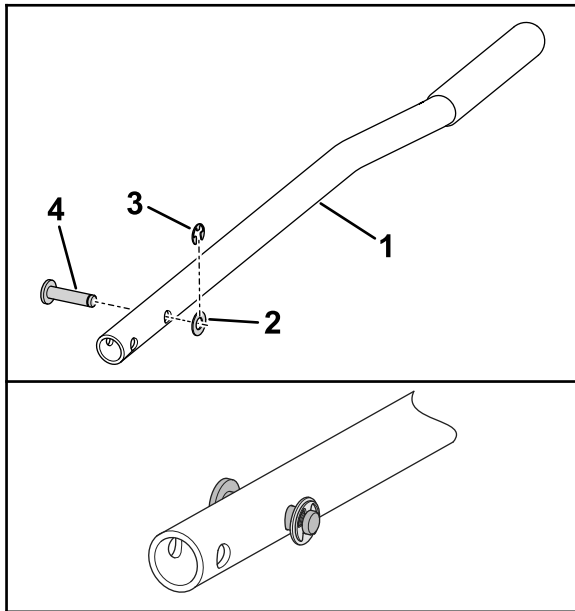

Bild 1
1. Setzen Sie den Nutenstift durch die Bohrung im Stützgriff ein, wie in **Bild 1** dargestellt.